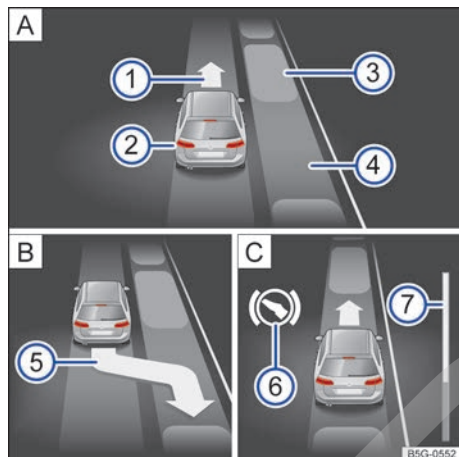
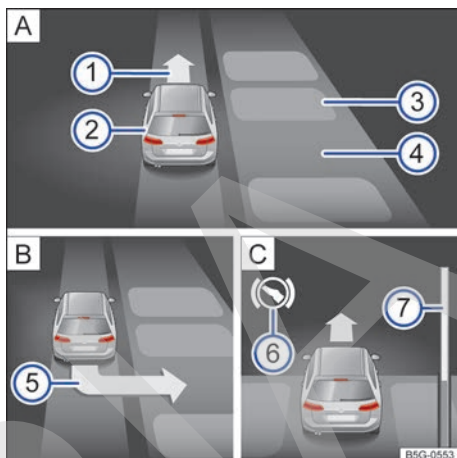

Fig. 202 En la pantalla del cuadro de instrumentos: aparcar en línea. **A** Buscar un hueco de aparcamiento. **B** Posición para aparcar. **C** Maniobrar.
Fig. 203 En la pantalla del cuadro de instrumentos: aparcar en batería. **A** Buscar un hueco de aparcamiento. **B** Posición para aparcar. **C** Maniobrar.
Leyenda de la **fig. 202** y **fig. 203**:
La barra de progreso → **fig. 202** ⑦ y → **fig. 203** ⑦ muestra simbólicamente en la pantalla del cuadro de instrumentos la distancia relativa que aún queda por recorrer. Cuanto mayor es la distancia, más llena está la barra de progreso. Al circular marcha adelante, el contenido de la barra de progreso disminuye hacia arriba, y al circular marcha atrás, disminuye hacia abajo.
Mire en la visualización de la pantalla del cuadro de instrumentos si se ha detectado el hueco como "apropiado" y si ha alcanzado la posición correcta para aparcar → fig. 202  o → fig. 203 .
O BIEN: retroceda hasta que en la pantalla del cuadro de instrumentos aparezca la indicación de dar marcha adelante → fig. 202   o → fig. 203  .
La barra de progreso  indica la distancia que hay que recorrer → fig. 202.
El sistema de aparcamiento asistido dirige el vehículo marcha adelante y marcha atrás hasta centrarlo en el hueco → fig. 202  o → fig. 203 .